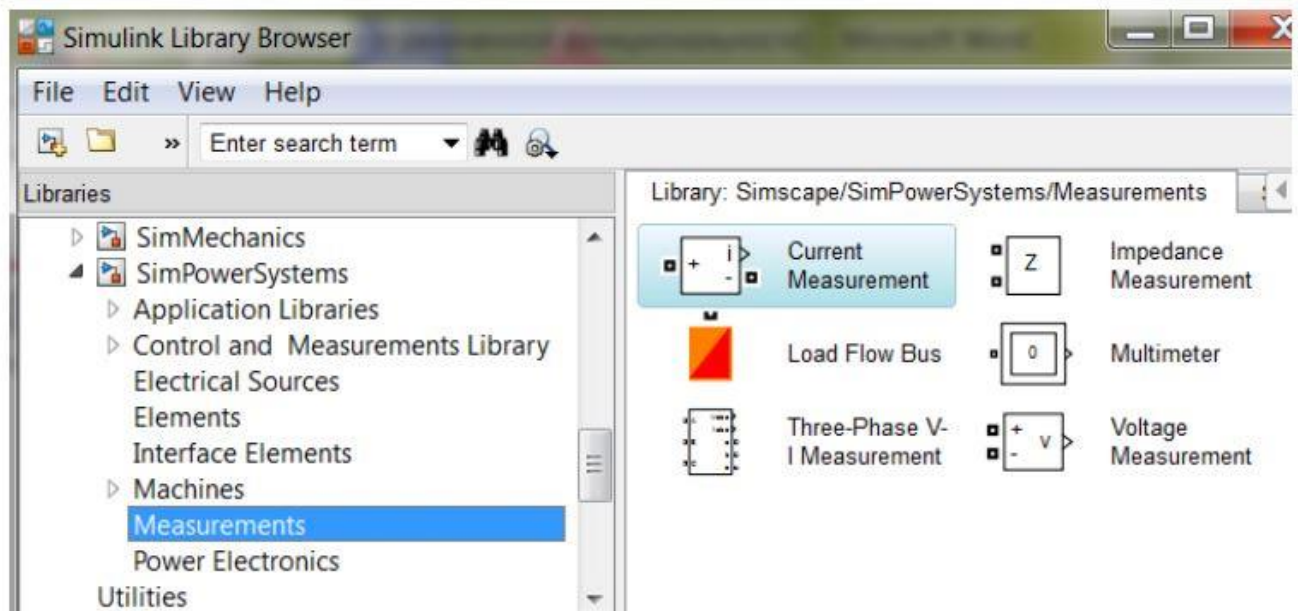

Рисунок 5.20
- в разделе **Measurements** (рисунок 5.20) размещаются блоки-измерители, имеющие p -входы и m -выходы (амперметры **Current Measurement**, вольтметры **Voltage Measurement** и т.д.). Эти блоки имеют p -входы для подключения измерителя к электрической цепи, а также по одному m -выходу (в блоке амперметра он обозначен « i », а в блоке вольтметра – « v »);